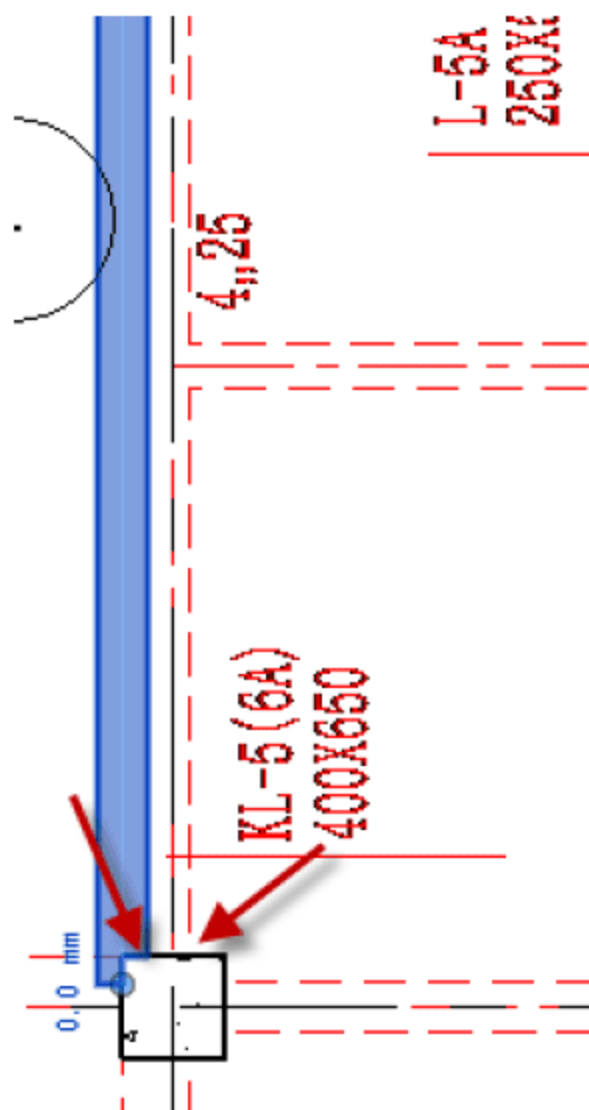

图 4.2.41 调整矩形梁的位置
(16) 调整矩形梁 KL-5 的位置，选中矩形梁 KL-5，按快捷键 M+V，移动矩形梁的位置，使其与梁线对齐，如图 4.2.41 所示。